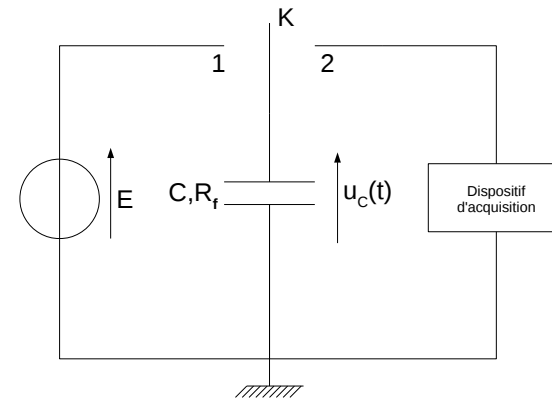

FIGURE 3 – D
1. Réaliser le montage fig.3 avec le condensateur artisanal, un interrupteur 3 positions et un générateur de tension continue.